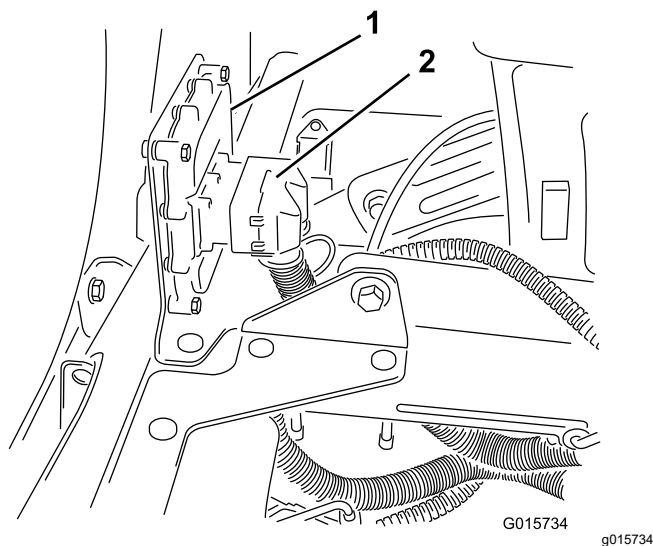

図 32
2. ソニックブーム用のワイヤハーネスの 50 ソケットコネクタを、電子コントローラの 50 ピンコネクタに接続し、コネクタ同士をソケットヘッドねじで固定する 図 32。